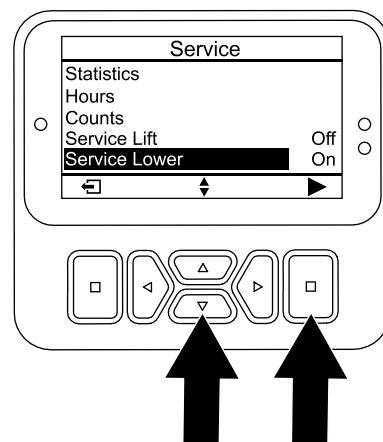

図 167
6. サービスローアオプションが選択されるまで下ボタンを押し、次に選択ボタンを押す (図 167)。